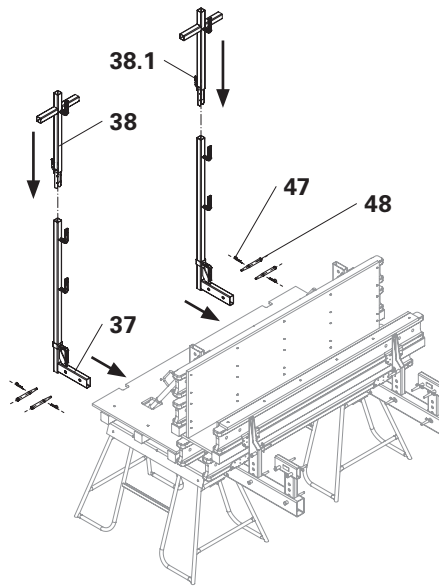

Fig. C1.06
1. Infilare il supporto parapetto travi ribassate VD (37) nella trave ribassata (34).
2. Collegare il supporto parapetto travi ribassate VD (37) con 2x perno calibrato Ø 21 x 120 (48) e fissare con inserto a molla 4/1 (47).
3. Infilare la prolunga montante VD (38) nel supporto parapetto travi ribassate VD (37) fino all'innesto automatico del fermo di sicurezza (38.1). (Fig. C1.06)